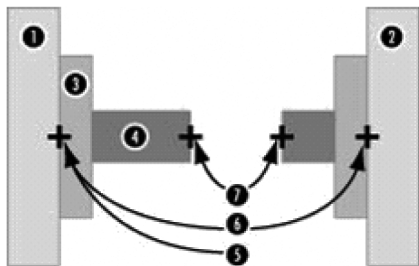

图 3-54 主轴、基准各部分名称
- 零件的 ZX 设定参考在文档控制对话框中的零件原点，如图 3-54 所示。